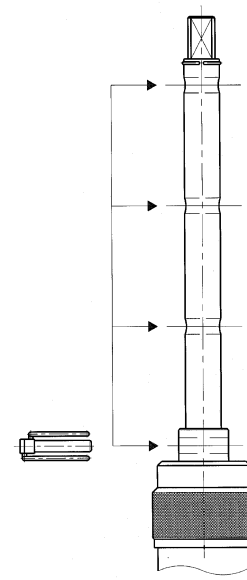

Figura 16
- Seleccionar el posicionado del eje perforador en función de la distancia que ha de recorrer durante la perforación (según también si la perforación es sin o con carga), situando el sistema de retención (pasador con cierre o adaptador, según el caso) en el orificio más adecuado de los cuatro de que dispone el eje. Ver *Figura 16*.